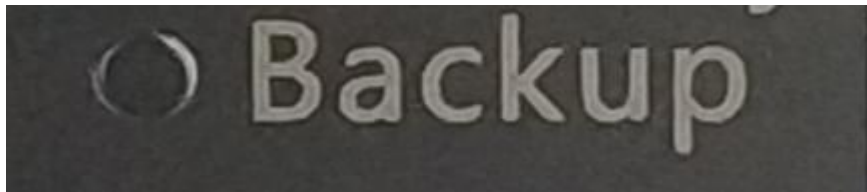

图 3 Backup 备份按键
(1) 检查工作：① 由于备份及还原操作过程中机器均不能外接存储设备，在操作之前务必先检查确认 USB 接口未连接外部存储设备，如 U 盘等，否则备份还原会出现错误；② 保证硬盘内存容量大小不小于 64G；
(2) 在关机状态下，找到机壳上 Backup (备份) 按键(如图 3 所示)，并保持按下状态，然后按下开机键，直到进到 Ghost 界面再松开；